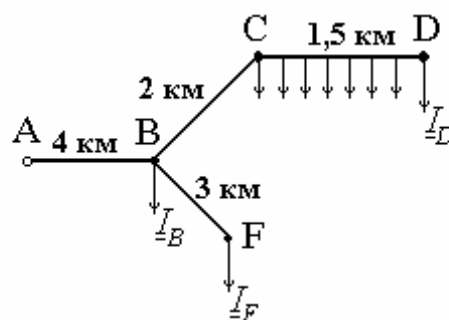

Рис. 43. Схема сети к задаче 18
**Задача 18.** Определить потери активной мощности и потери напряжения в распределительной сети (рис. 43). Сеть выполнена проводом АС-95, номинальное напряжение 10 кВ. На участке CD подключена распределенная нагрузка, заданная током  $I_{CD} = 0,01$  А/м с  $\cos \varphi_{CD} = 1$ .